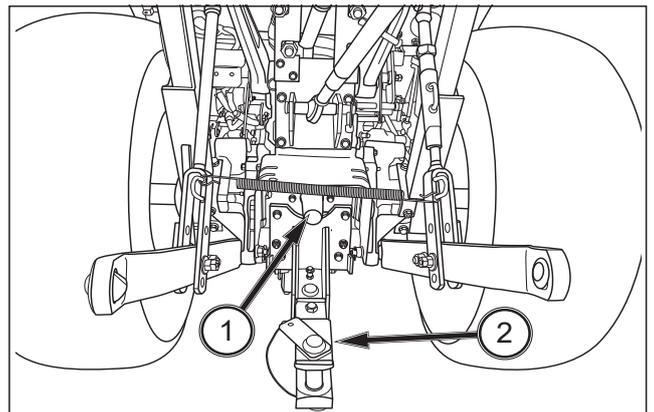

FIG. 90
FIG. 90: El eje de la TDF (1) (6 ranuras, 35 mm) se encuentra en la parte trasera del tractor para proporcionar potencia al implemento accionado por la TDF montado en la parte trasera.